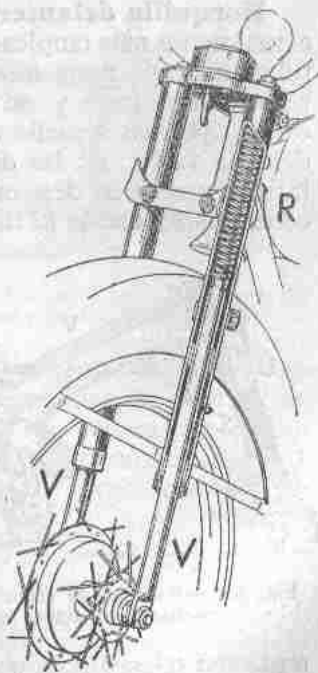

Fig. 307.—Suspensión telescópica B. S. A. (125 cc.).
**Horquilla delantera.**—El sistema de suspensión delantera actualmente más empleado es el de *horquilla telescópica*; es decir: tubos en cada rama que se enchufan uno dentro del otro, con resortes interiores y, en muchos casos, amortiguación hidráulica. El tipo más sencillo es el B. S. A. (fig. 307) usado en el modelo de 125 c. c.: las dos ramas de la horquilla delantera son huecas y reciben deslizantes en su interior los vástagos V procedentes del eje de la rueda, con interposición de los muelles R